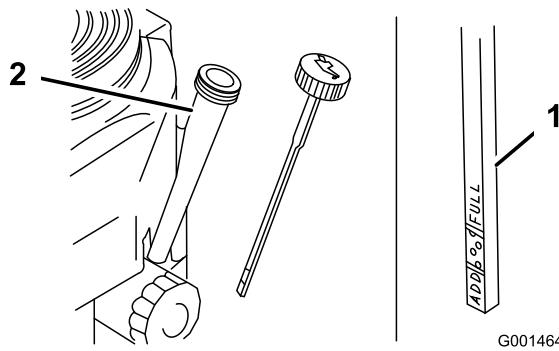

Figure 27
4. Nettoyez la surface autour de la jauge d'huile (Figure 27) pour éviter que des impuretés ne
5. Retirez la jauge d'huile et essuyez soigneusement son extrémité (Figure 27).
6. Remettez la jauge au fond du tube de remplissage, mais sans la visser (Figure 27).
8. Versez avec précaution environ 80% de la quantité d'huile spécifiée dans le goulot de remplissage (Figure 27)